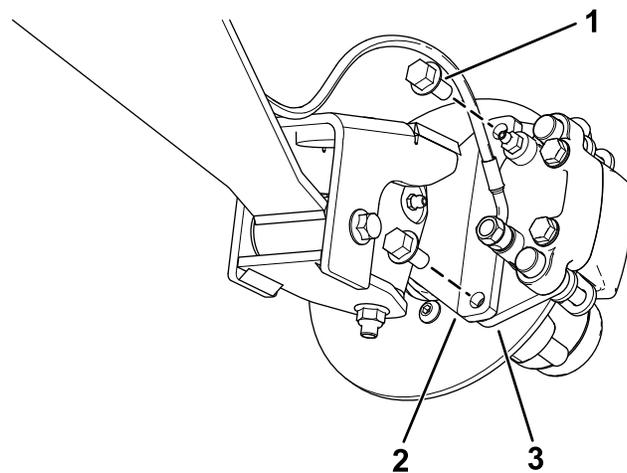
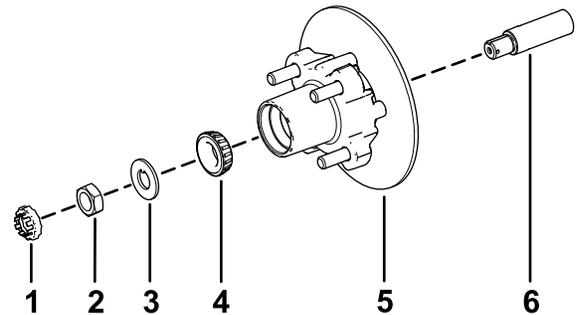

図 25
図 29
3. ブレーキアセンブリ用のブラケットをスピンドルに固定しているフランジヘッドボルト $\frac{3}{8}$ " x $\frac{3}{4}$ "を外してスピンドルからブレーキを取り外す 図 25。
1. スピンドルに所定のグリスを薄く塗る 図 29。
2. ハブとロータをスピンドルに取り付ける。ロータを内側にすること 図 29。
3. スピンドルに外側ベアリングを取り付けてレースにはめる 図 29。
4. スピンドルにタブワッシャを取り付ける 図 29。
5. スピンドルにスピンドルナットを取り付け、ハブを回してベアリングを着座させながらナットを 15 N·m 1.52 kg·m = 11 ft·lb に締めつける 図 29。
2. ブレーキパッドをロータのそれぞれの側に合わせ 図 25、キャリパブラケットの穴と、スピンドルフレームのブレーキ取り付け部の穴を整列させる 図 29。
3. キャリパブラケットをスピンドルフレームに固定する 図 25 フランジヘッドボルト $\frac{3}{8}$ " x $\frac{3}{4}$ " 2本を使用する。